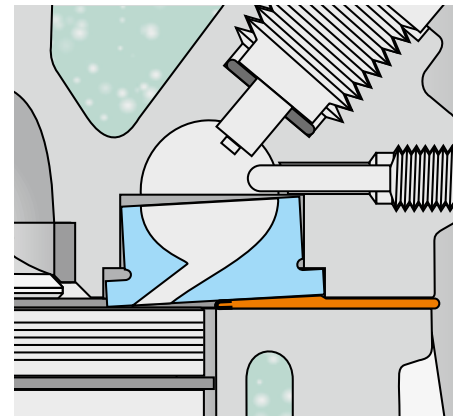

Fig. 3
1. A câmara de turbulência assentou ou já não tinha a saliência necessária quando da montagem. O inserto de câmara de turbulência se inclina em seu assentamento e colide com o pistão. A pressão de combustão e o sobreaquecimento na câmara (evacuação deficiente do calor) também reforçam a inclinação (fig. 3).